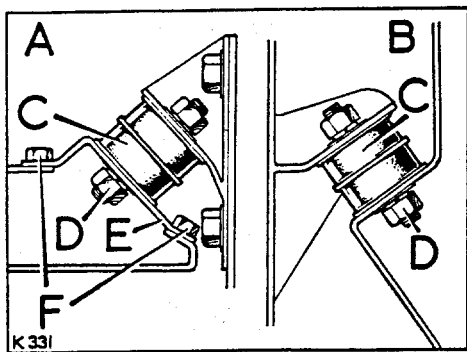

Abb. A1-19. Aufbau der vorderen Motorlagerung
- (g) Obere Befestigung der Lagerungsgummi des Motors. Siehe Abb. A1-19.
- (h) Obere Befestigung der Motorlagerung. Siehe Abb. A1-19.